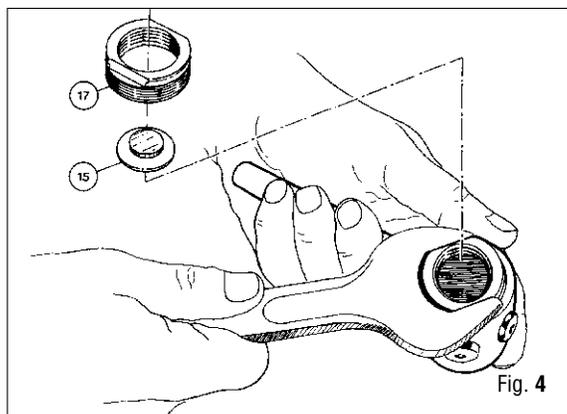

Fig. 4
8. Destornillar la tuerca de bloqueo (17) usando la llave (B-2) y quitar el disco de apoyo del muelle (15). (Fig. 4)